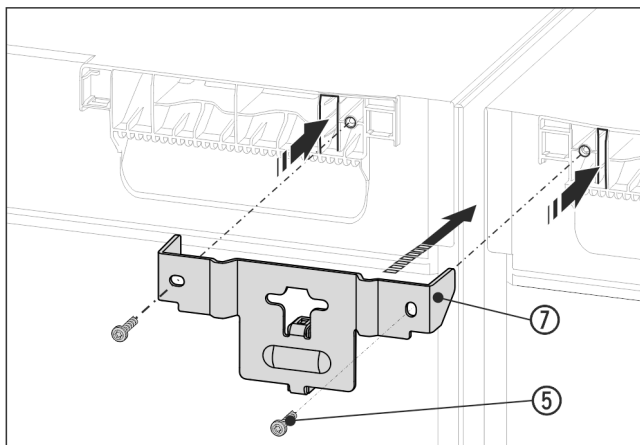

Fig. 16 Eksempelfremstilling
- ▶ Skyv vinkelen Fig. 16 (7) med avstandsstykket inn mellom enhetene og inn i brakettene i enhetens deksel. Skru fast med 2 skruer Fig. 16 (5).